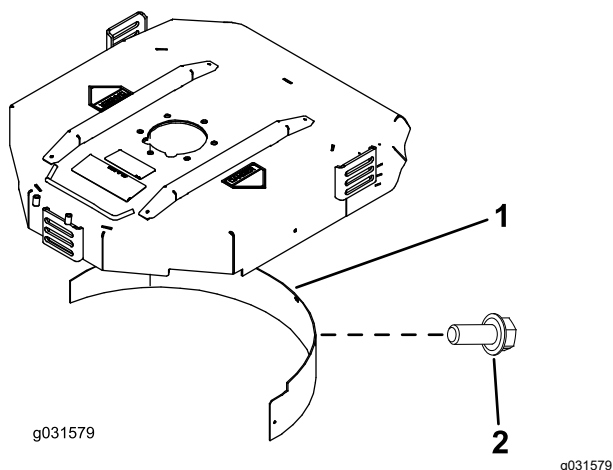

Рисунок 11
2. Установите дефлектор для мульчирования в отверстие задней стенки и закрепите его пятью болтами с фланцевой головкой (Рисунок 11).